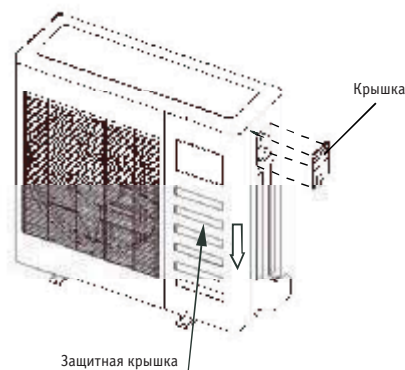

Рис. 31
- Отверните болты крышки. (Если на наружном блоке нет крышки, отверните болты панели техобслуживания и потяните в направлении, указанном стрелкой, чтобы снять защитную крышку). (Смотрите рис. 31, 32 и 33).